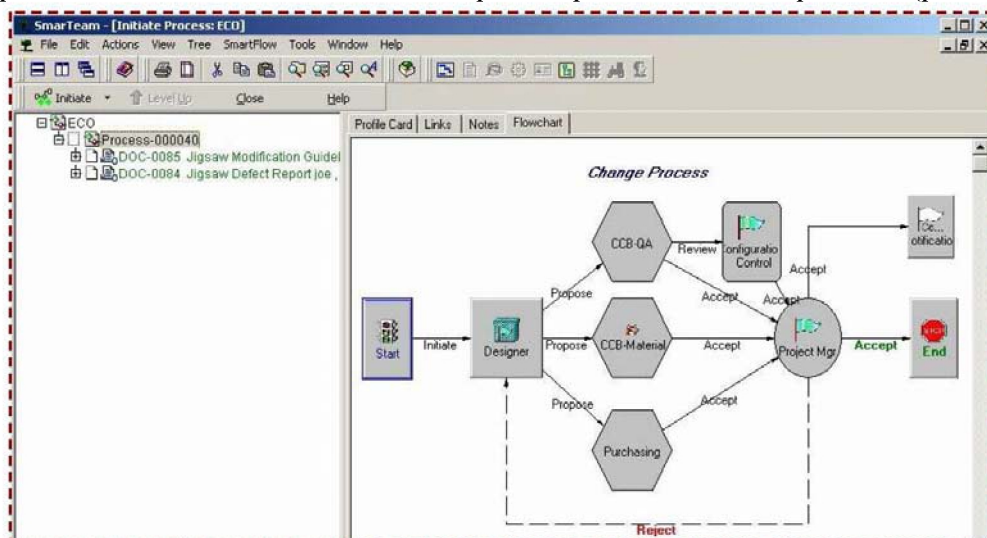

Рис.45. Закладка Flowchart
- Перетащите сообщение о дефекте, как показано на рис. 45.